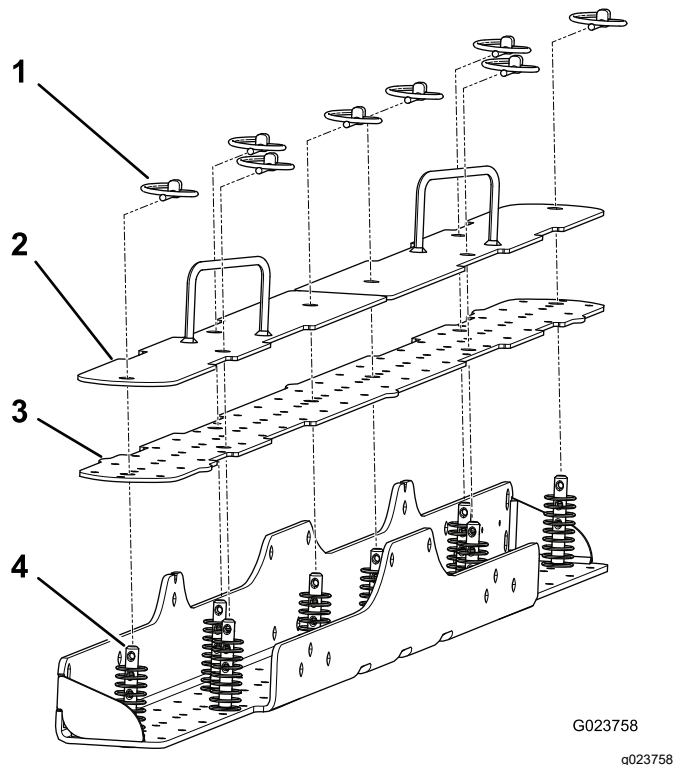

Figura 3
1. Remova os pinos de sujeição dos oito passadores de forquilha que prendem a placa de dentes e as placas superiores à placa inferior (Figura 3).